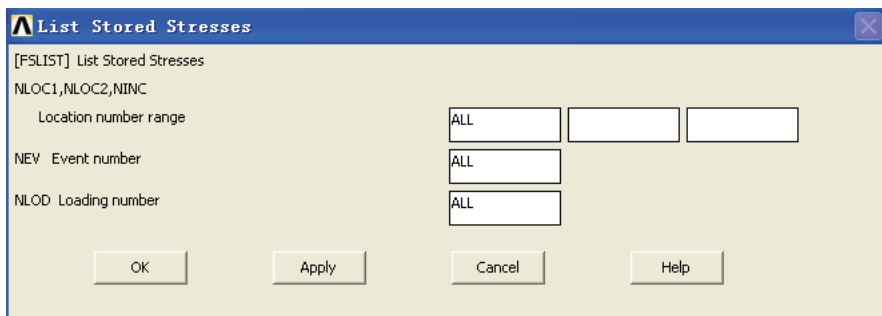
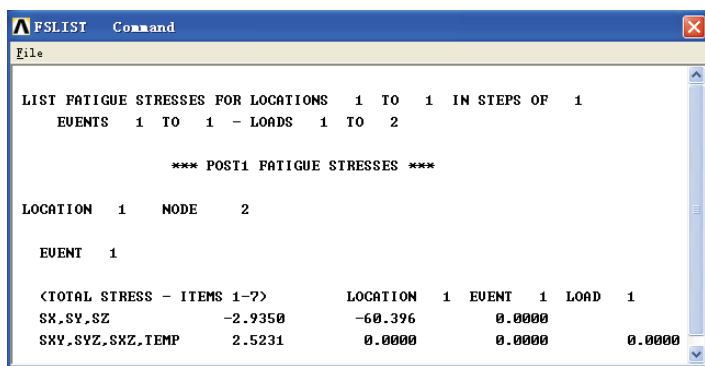

图 7-21 列表显示已存储的节点应力对话框
图 7-22 已存储的节点应力结果显示
9) 选择 Main Menu | General Postproc | Fatigue | Store Stresses | List Stresses 命令, 出现 List Stored Stresses 对话框, 参照图 7-21 所示对其进行设置, 单击 OK 按钮, ANSYS 将列表显示已存储的节点应力, 如图 7-22 所示。